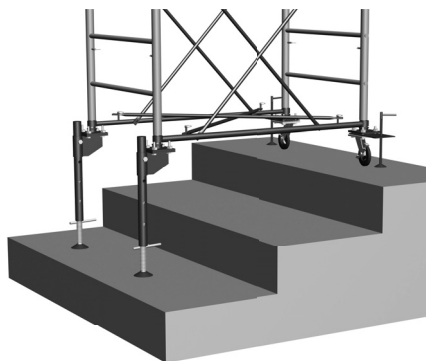

рис. 8
Установив при помощи комплекта крепежа колес (12) регулируемые опоры (15), вышку можно использовать для работы на лестничных маршах (рис. 8). Для дополнительной устойчивости вышки, используйте съемные винтовые опоры (14).